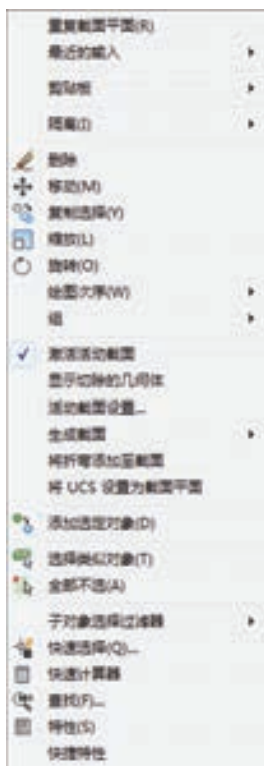

图 11-8 快捷菜单
3) 快捷菜单。在截面平面编辑状态下右击，系统弹出快捷菜单，如图 11-8 所示。其中几个主要选项介绍如下。